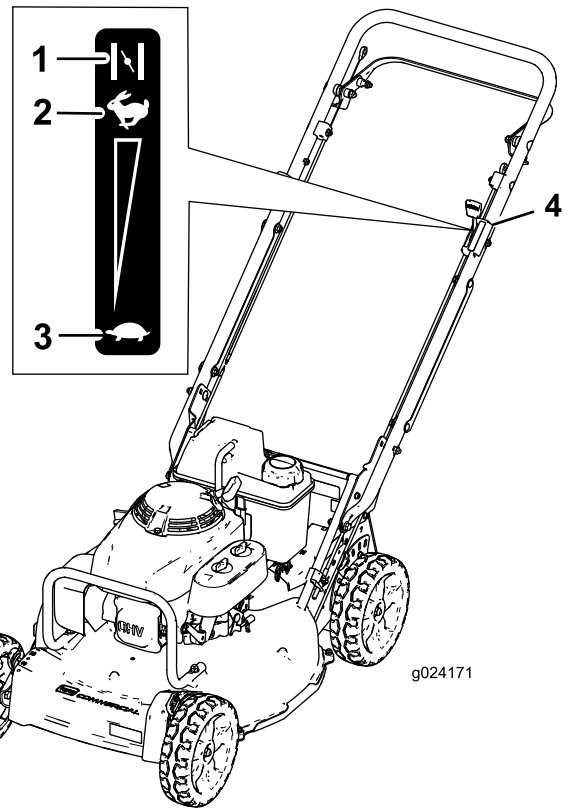

Figura 16
3. Mueva la palanca de control del acelerador a la posición de Estárter (Figura 16).
6. Cuando el motor arranque, mueva la palanca de control del acelerador a la posición de Rápido (Figura 16).